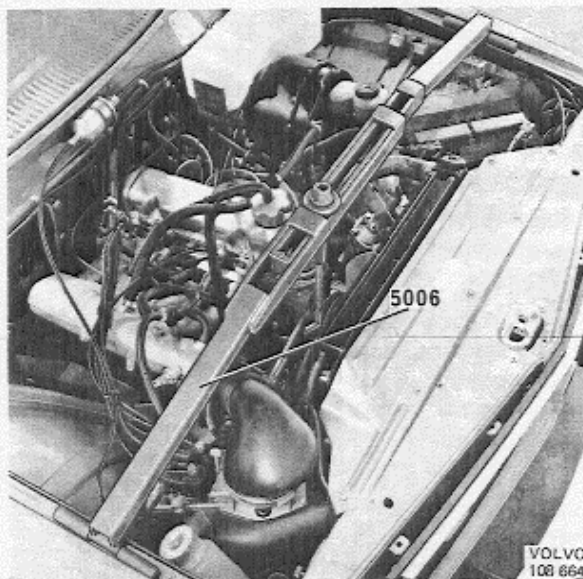

Abb. 17 Hebejoch für Motor
1. Motorhebejoch 5006 gem. Abb. 17 anbringen. Dessen Hubhaken möglichst nahe dem Zylinderblock am Stelleisen der Lichtmaschine einhängen. Den Motor anheben, bis die vorderen Motorträger entlastet sind. Lüftungsbohrung im Deckel des Bremsflüssigkeitsbehälters zeitweilig abdichten, um größeren Flüssigkeitsverlust zu vermeiden. Radkappen entfernen und die Radmutter der Vorderräder lockern.